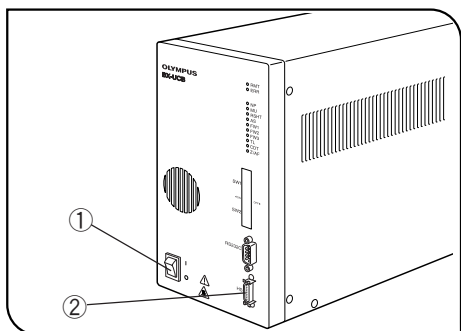

図 4
- ▲ ハンドスイッチのケーブル(他の接続ケーブルも含む)および電源コードの接続時には、必ず、コントロールボックスのメインスイッチ①を○(OFF)状態で行ってください。(図4)
1 ハンドスイッチのケーブル接続 (図 4)